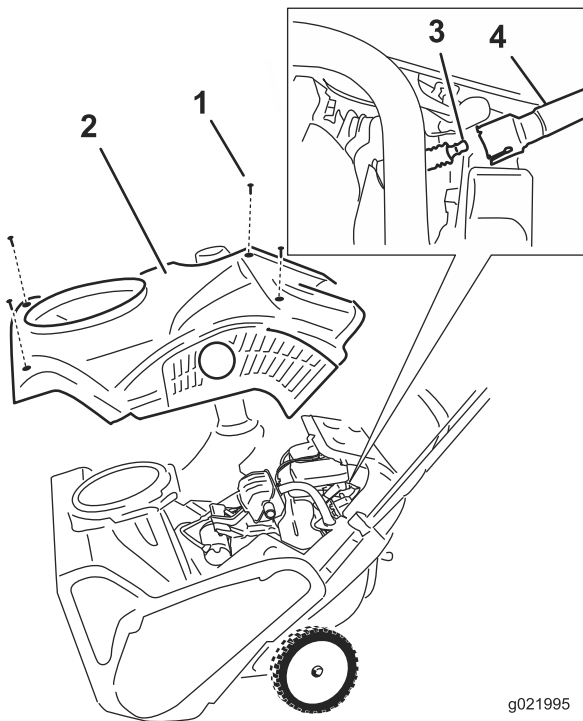

Figura 31
4. Retire los 4 tornillos que sujetan la cubierta (**Figura 31**).
6. Retire la cubierta (Figura 31).